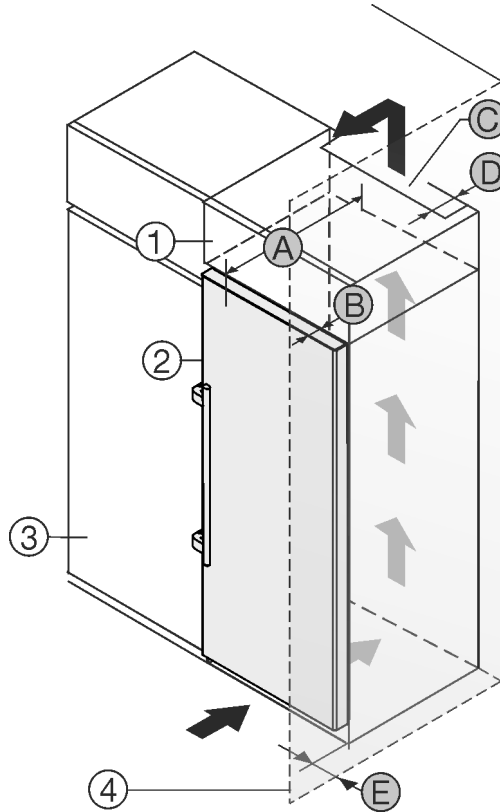

Fig. 1
- (1) Rátétszekrény
- (2) Készülék
- (3) Konyhaszekrény
- (4) Fal
- (A) Készülék mélysége
- (B) Ajtó mélysége
- (C) Szellőzés keresztmetszete
- (D) Készülék hátsó oldalának távolsága
- (E) Távolság a készülék oldalától
A készülék közvetlenül a konyhaszekrény Fig. 1 (3) mellé állítható.
A rátétszekrény hátoldalán egy megadott mélységű Fig. 1 (D) szellőzőaknát kell kialakítani a rátétszekrény teljes szélességében.
A mennyezet alatt be kell tartani a szellőző keresztmetszetet Fig. 1 (C).
Ha a készüléket a zsanérjaival a fal Fig. 1 (4) mellé állítja fel, legalább 57 mm távolságot kell tartani a faltól. Ez a fogantyú túlnyúlásának felel meg, amikor kinyitja az ajtót.
Ahhoz, hogy az ajtót teljesen ki tudja nyitni, a készüléknek a konyhaszekrény elülső oldalához képest legalább az ajtó mélységének Fig. 1 (B) megfelelően ki kell állnia. A konyhaszekrények Fig. 1 (3) mélységétől és a fali távtartók használatától függően a készülék nagyobb mértékben is túllóghat előre felé.